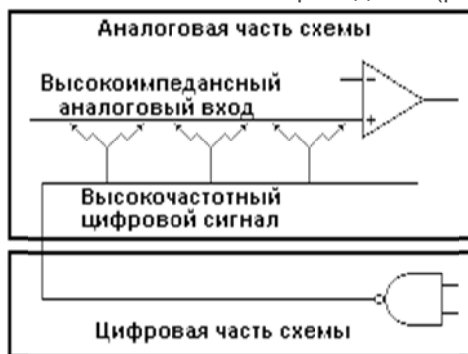

Рис.3. Излучение проводниками печатной платы
- Важно отделять шины цифровых сигналов от мест на печатной плате, где расположены аналоговые компоненты схемы. Это предполагает изоляцию (экранирование) полигонами, создание коротких трасс аналоговых сигналов и внимательное размещение пассивных компонентов при наличии рядом расположенных шин высокоскоростных цифровых и ответственных аналоговых сигналов. Шины цифровых сигналов должны разводиться вокруг участков с аналоговыми компонентами и не перекрываться с шинами и полигонами аналоговой земли и аналогового питания. Если этого не делать, то разработка будет содержать новый непредусмотренный элемент - антенну, излучение которой будет воздействовать на высокоимпедансные аналоговые компоненты и проводники (рис. 3).